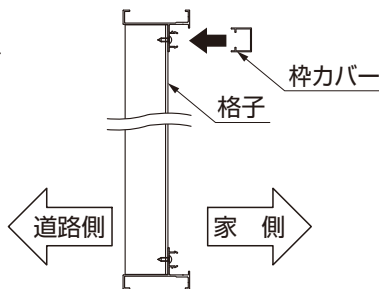

図5-33
- ①「1. 施工の前の重要確認事項 1-4 部材の加工」を参照して本体パネルの加工を行ってください。
- ②上側の格子柵に柵カバーを取付けてください。（図5-33参照）